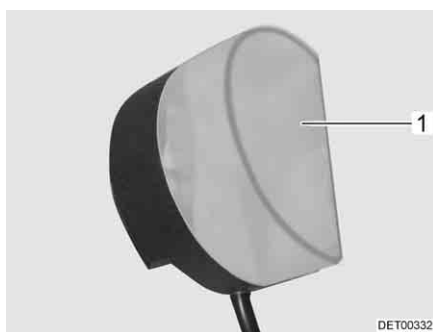

Bild 246 Klädskaåpslampa
- Tryck ihop lampkåpan (Bild 246,1) lätt och tag av den.